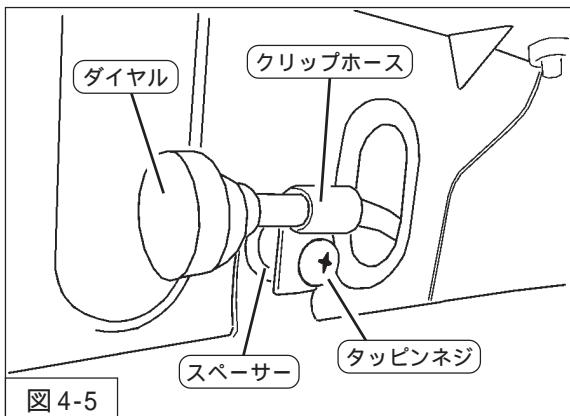
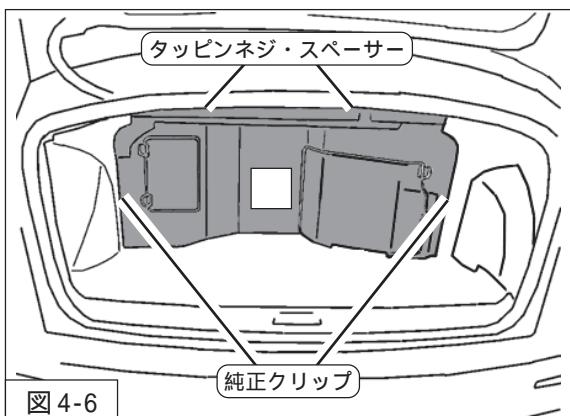

図4-5
図4-6
8. オウターケースにクリップホース（同梱品）を取付けてください。（図4-5）
9. オウターケースにダイヤルを取付けてください。（図4-5）
10. クリップ（2個・純正部品）・タッピングネジ（同梱品）・スペーサー（同梱品）を使用して、トランクの内装を車両に取付けてください。（図4-5・図4-6）